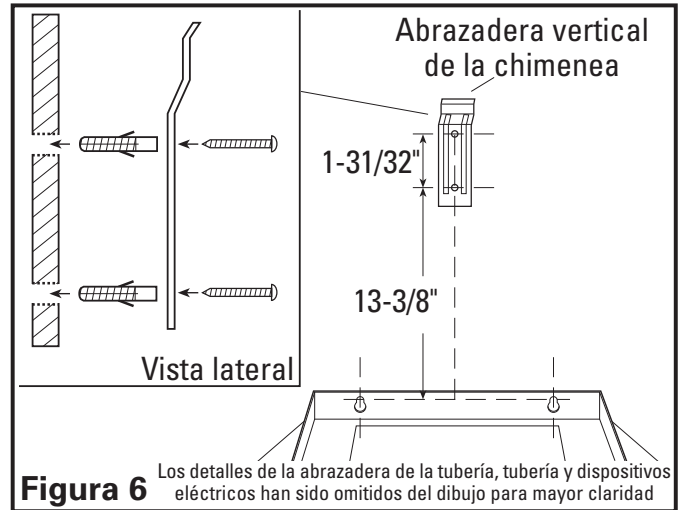

Figura 6
1. Marque la ubicación de la abrazadera vertical de la chimenea y taladre agujeros en la pared usando una broca de taladro de 5/8 pulgada. Instale las anclas de pared incluidas en los agujeros y asegure la abrazadera en su lugar con dos tornillos de 3,19 x 32 mm provistos (**Figura 6**).